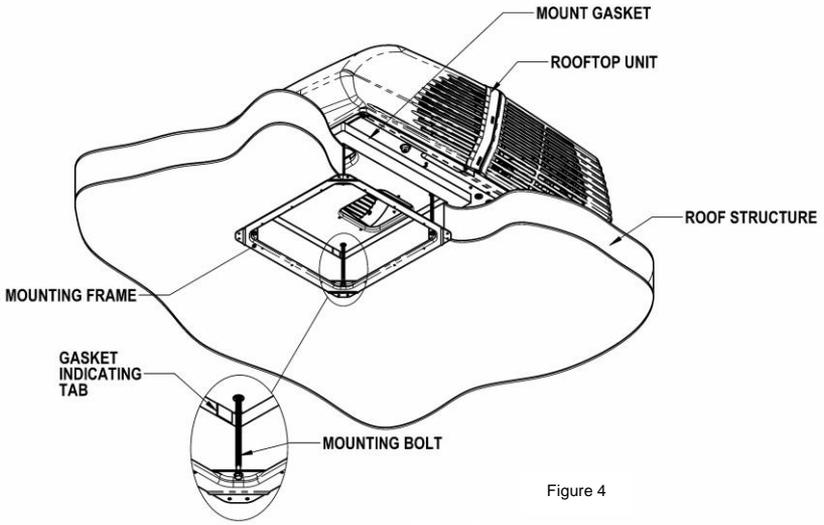

Figure 4
5. Fixation du pompe a chaleur au toit - L'ensemble de plafond comprend un cadre de montage. Fixez le pompe a chaleur au toit à l'aide des étapes véhicule. Reportez-vous à la Figure 4.
- c. La tension appropriée de chaque boulon est atteinte quand toute partie de chaque languette indicatrice du joint vient en contact avec le toit. Voir Figure 4. L'unité supérieure est maintenant correctement installée avec la compression optimale du joint.